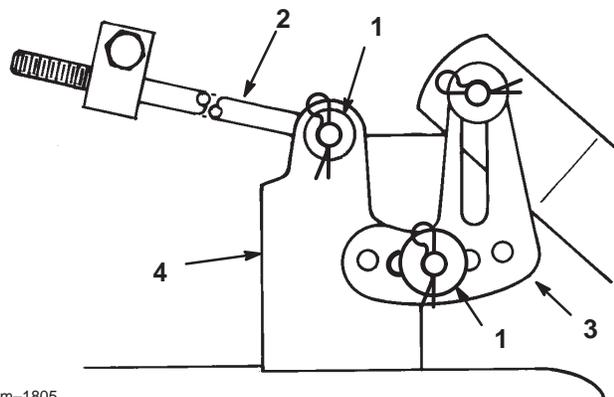

Bild 40
8. Entfernen Sie den Splint und die Scheibe vom Nivellierbügel oben am Schneidwerk (Bild 40). Schieben Sie den Bügel vom Montagestift herunter. Wiederholen Sie diesen Schritt an der anderen Schneidwerkseite.
9. Entfernen Sie den Splint und die Scheibe vom Ende der langen Stange (Bild 40). Schieben Sie die Stange aus dem Schneidwerkträger heraus. Wiederholen Sie diesen Schritt an der anderen Schneidwerkseite.